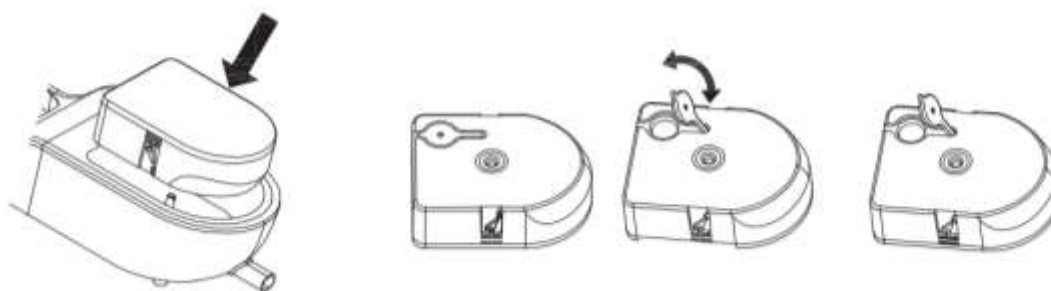

Рис. 5
4. Утюг-отпариватель помещается в подставку. Выступающая часть перед отпаривателем должна быть вставлена в прорезь задеающего замка. Затем необходимо поставить утюг в подставку вертикально таким образом, чтобы утюг полностью удерживался и не выпадал автоматически (рис. 5).
3. Нажмите на центральное положение резервуара для воды, он автоматически всплывет, выньте уплотнительное кольцо, наполните водой, затем соберите уплотнительное кольцо и установите резервуар на подставку. (Рис. 5)